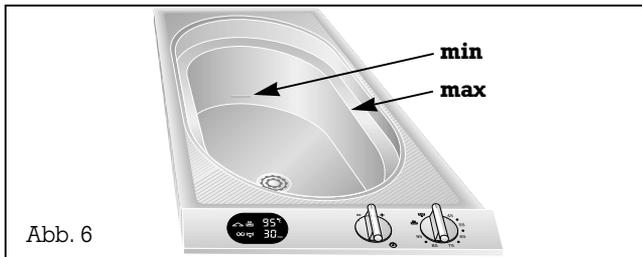

Abb. 6
- Befüllen Sie das Garbecken mit Wasser oder einer anderen Garflüssigkeit. (Mengenangaben siehe Gartabelle und Rezeptbuch). Das Garbecken darf bis maximal zum Schwallrand und muss minimal bis zur unteren Markierung mit Wasser befüllt werden (Abb. 6).